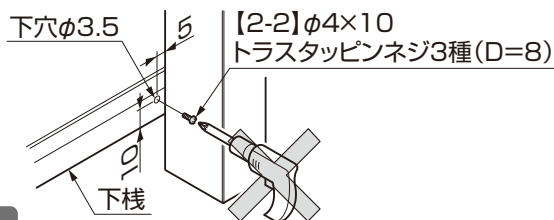

図6-1
- フェンス1スパンのみでかつ、図6-1のパターンで施工する場合【2-2】を下棧へ取付けてください。